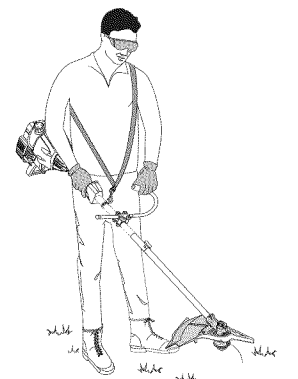

Fig. 3
6. Mientras sostiene la unidad en posición de operación (Fig. 3), coloque la manija en J en la posición que le brinde el mejor agarre.